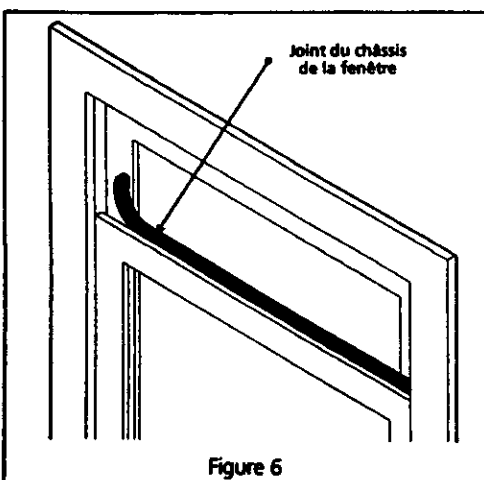

Figure 6
8. Coupez le joint en mousse du châssis à la largeur de la fenêtre et placez-le dans l'interstice entre les châssis inférieur et supérieur pour bloquer l'infiltration d'air (Figure 6).